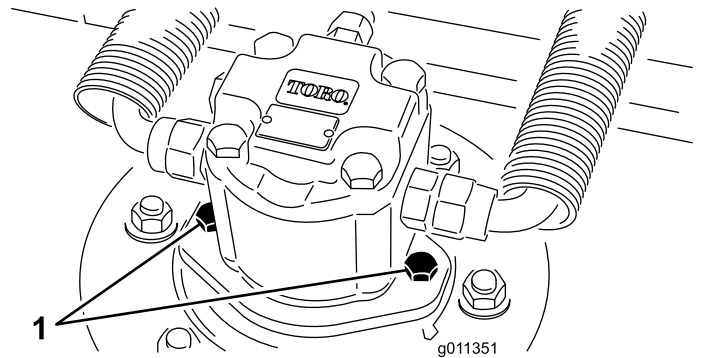

Figura 118
2. Desconecte y retire el motor hidráulico de la unidad de corte (Figura 118). Tape la parte superior del eje para evitar la contaminación.
3. Instale el motor hidráulico en la unidad de corte (Figura 118). Asegúrese de que la junta tórica está correctamente colocada y que no está dañada.